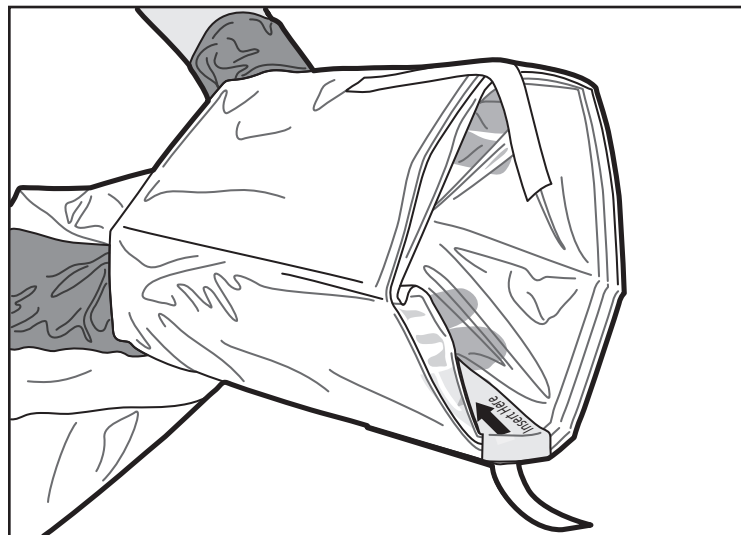

Figura 3. Apertura del sacchetto
4. L'operatore in campo sterile inserisce le mani nella piega più interna del sacchetto, in modo tale da aprirlo per il posizionamento dell'unità di azionamento MDU5 PLUS da parte dell'operatore non in campo sterile. L'adesivo "Insert Here" (Inserire qui) può essere utilizzato per individuare agevolmente l'apertura del sacchetto (Figura 3).